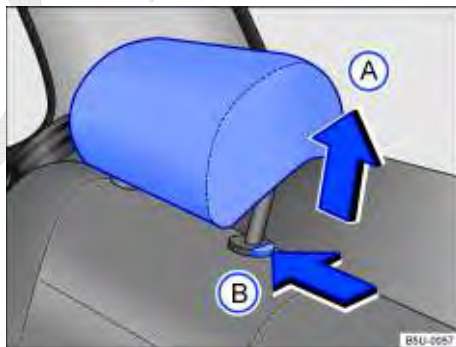

Fig. 43 Desinstalar o apoio para cabeça traseiro.
- Pressionar a tecla ⇒ Fig. 43  no sentido da seta. Retirar o apoio para cabeça com a tecla pressionada.
- Empurrar o apoio para cabeça para baixo com a tecla ⇒ Fig. 43  pressionada.